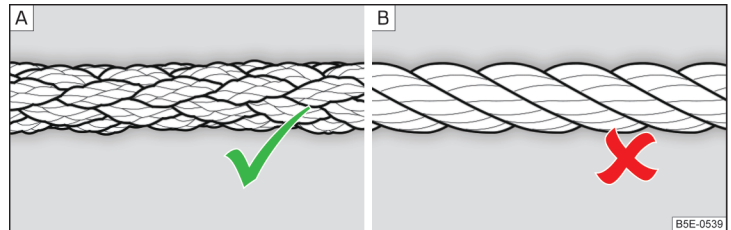

Abb. 348 Geflochtenes Abschleppseil / Gewundenes Abschleppseil
Zum Abschleppen mittels eines Abschleppseils nur ein geflochtenes Kunstfaserseil » Abb. 348 - **[A]** verwenden » **[!]**.
- » **Abb. 348** - [B], die Abschleppöse könnte sich am Fahrzeug herausdrehen - es besteht Unfallgefahr.